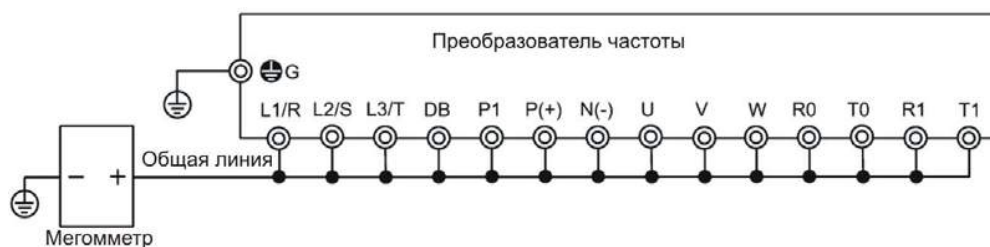

Рис. 7.2 Подключение силовой цепи для измерения сопротивления изоляции
- 3) Подключите клеммы силовой цепи в общую линию как показано на Рис. 7.2.